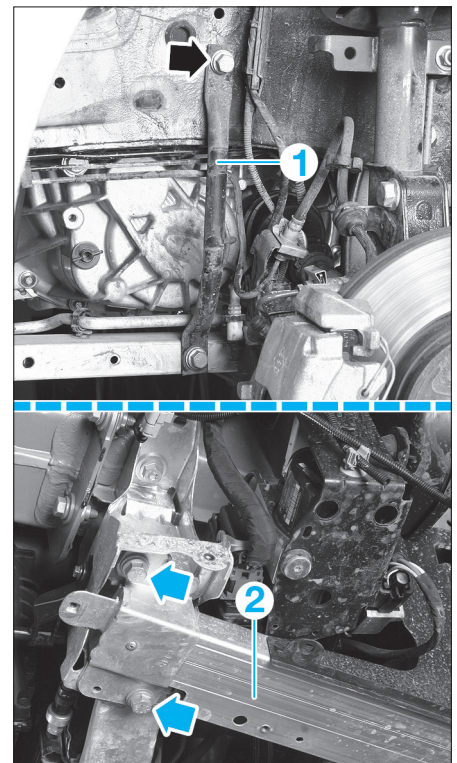

FIG. 74
- Déposer les vis (2), puis le conduit (3).
- la vis supérieure du tirant latéral (1) (fig. 74).
- les vis du longeron en aluminium (2).